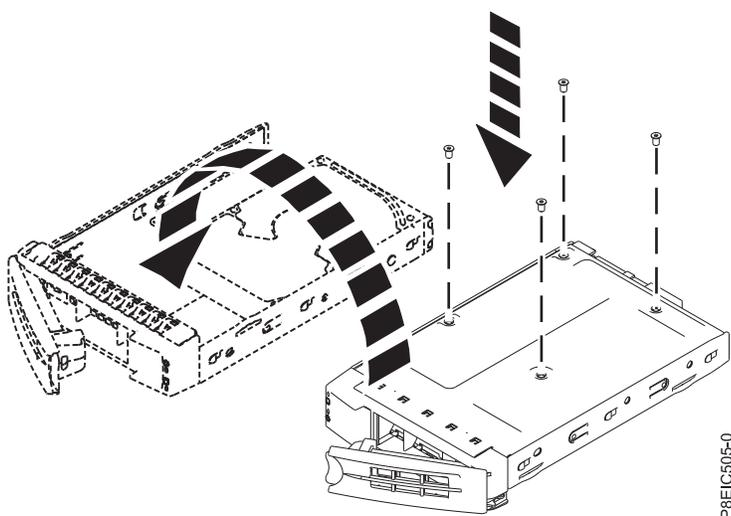

Figura 5. Montando a unidade de 2,5 polegadas na bandeja
- Uma unidade de 2,5 polegadas deve ser posicionada na parte traseira da bandeja. Enquanto você mantém a unidade e a bandeja, vire a bandeja. Prenda a unidade na parte inferior da bandeja com quatro parafusos, conforme mostrado na Figura 5.